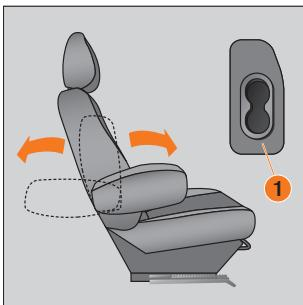

Рис. 13. Подлокотник (в вариантом исполнении)
**В вариантом исполнении** сиденье водителя комплектуется подлокотником (рис. 13). Подлокотник имеет три положения. В заднем откинутом положении в подлокотнике имеются подстаканники для задних пассажиров 1.